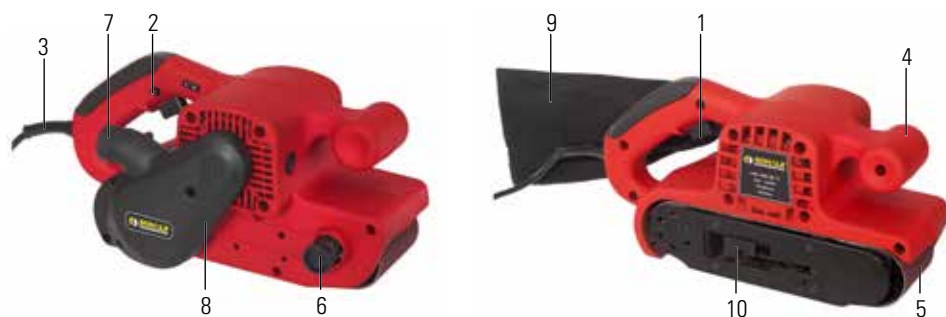

FIGURA 1
1. Levante la palanca de tensión de la banda (ítem 10 - figura 1);